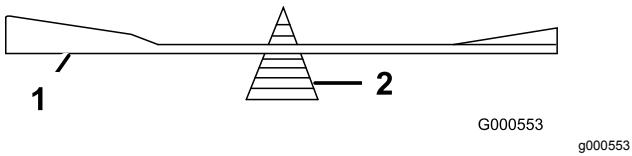

Figure 100
2. Vérifiez l'équilibre de la lame en la plaçant sur un équilibrEUR (Figure 100).